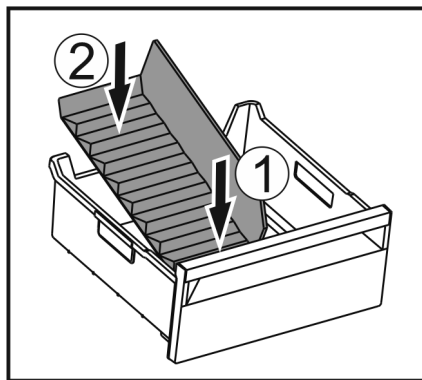

Fig. 174
- Vložte prednú časť oddelovača zásuvky na ľad. Fig. 174 (1)
- Spustite zadnú časť oddelovača zásuvky na ľad až na dno zásuvky. Fig. 174 (2)